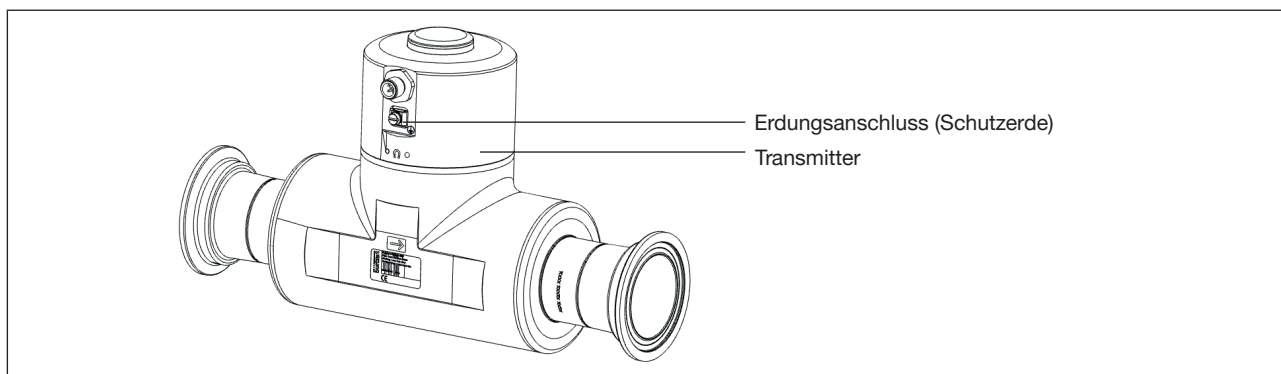

Bild 20: Erdungsanschluss
- Für einen einwandfreien Betrieb des Geräts muss der gelb/grüne Leiter immer an den Erdungsanschluss außen am Elektronikmodulgehäuse wie folgt angeschlossen werden (siehe Bild 20).